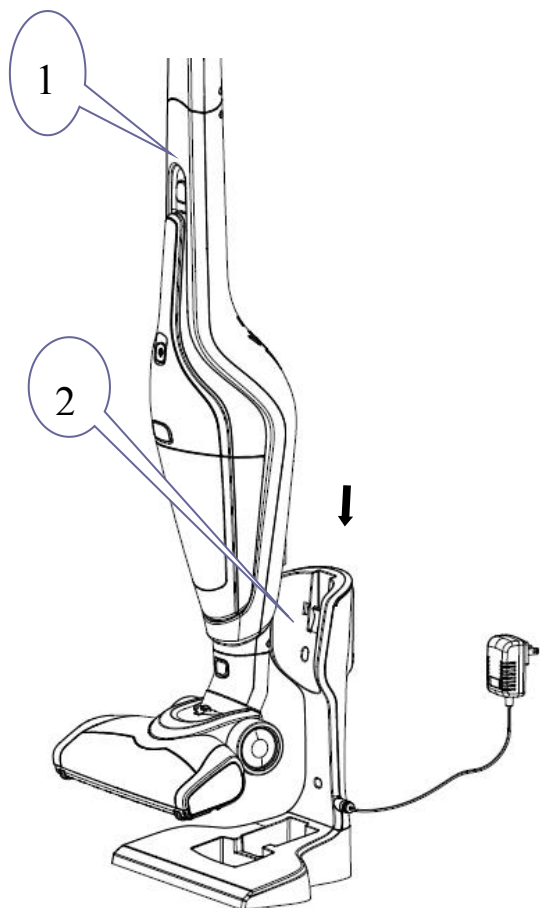

Fig. 5-2a
5.3 Soulevez l'appareil et placez-le sur le chargeur. Assurez-vous que la prise du corps (1) couvre le support du chargeur (2) (Fig.5-2a). A ce moment, le